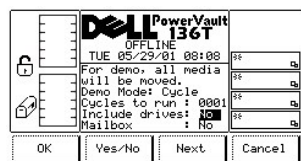

図 108. Service > Library > Exercise > Demo Using Cycles > Include ダイアログ
- 1 Next ソフトキーの下にあるボタンを押すと、リストの次のフィールドがアクティブフィールドになります。図 108 を参照してください。